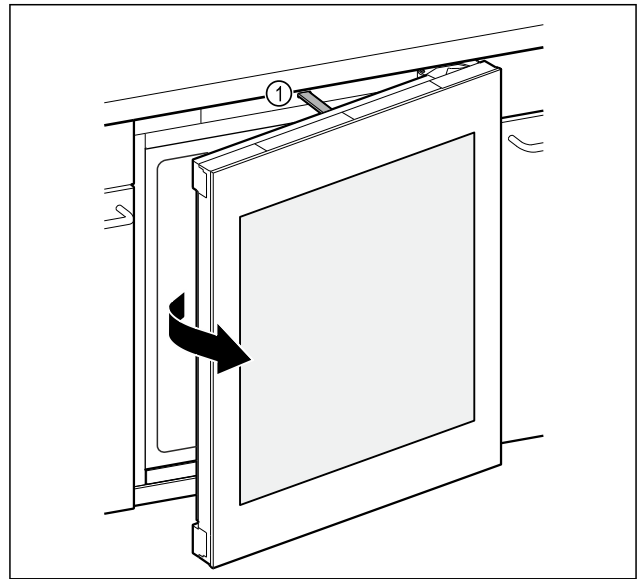

Fig. 92
- L'asta di spinta Fig. 92 (1) apre la porta di circa 7 cm.